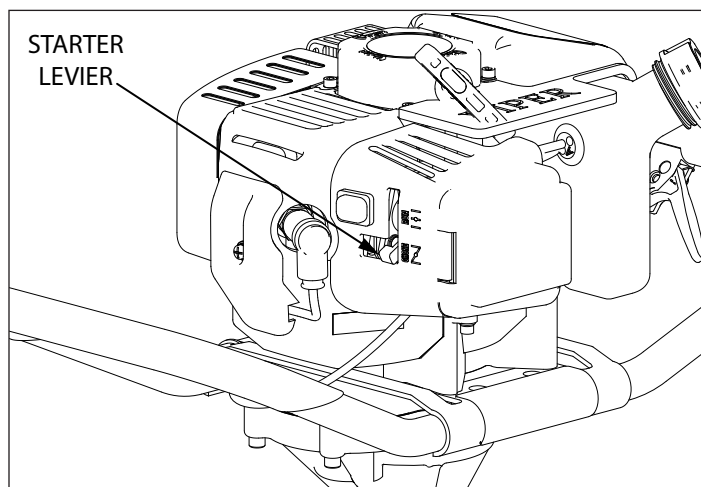

Figure 2
1. Avant de déposer le couvercle de filtre à air, engager le levier de départ. **VOIR FIGURE 2.**